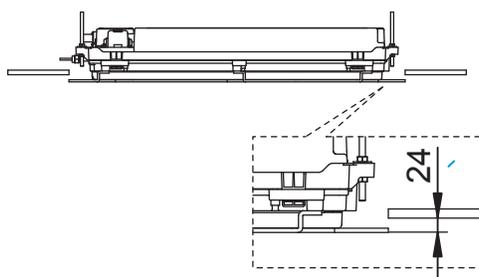

Figura 14
- Verifique se a diferença de nível entre o lado inferior do teto e o lado inferior do gabarito de instalação é de cerca de 24 mm (consulte a Figura 14). A altura de elevação do aparelho de ar-condicionado não estará correta se este requisito não for atendido. [AD1]